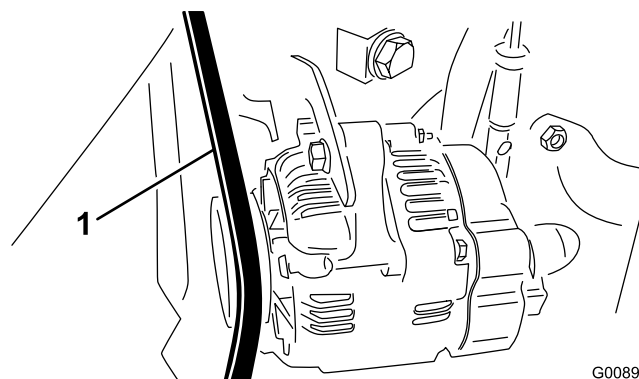

Figura 72
2. Verifique a pressão calcando a correia do alternador/ventoinha entre as polias do alternador e do cárter, utilizando uma força de 30 N m (Figura 72).